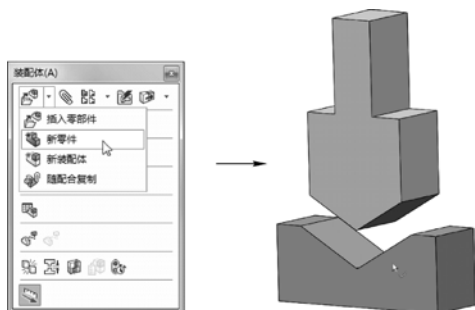
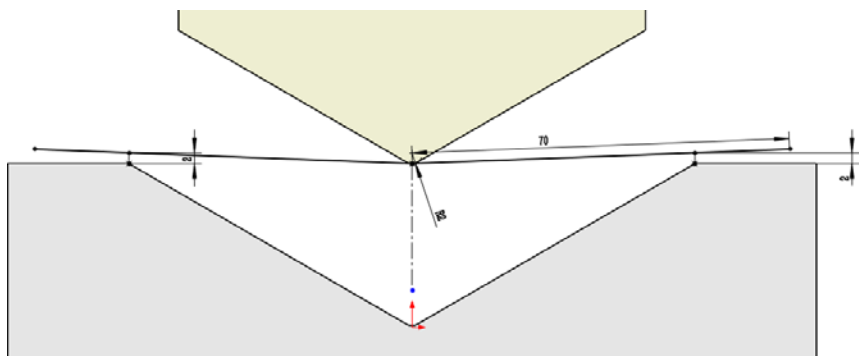

图 5-40 创建新文件并选择面
图 5-41 绘制草图
STEP 2 单击“装配体”工具栏中的“新零件”按钮，选择“台子”的侧面创建零件，如图 5-40 所示。直接进入此面的草绘模式，按图 5-41 所示绘制草图，并添加必要的约束，然后退出草绘模式。